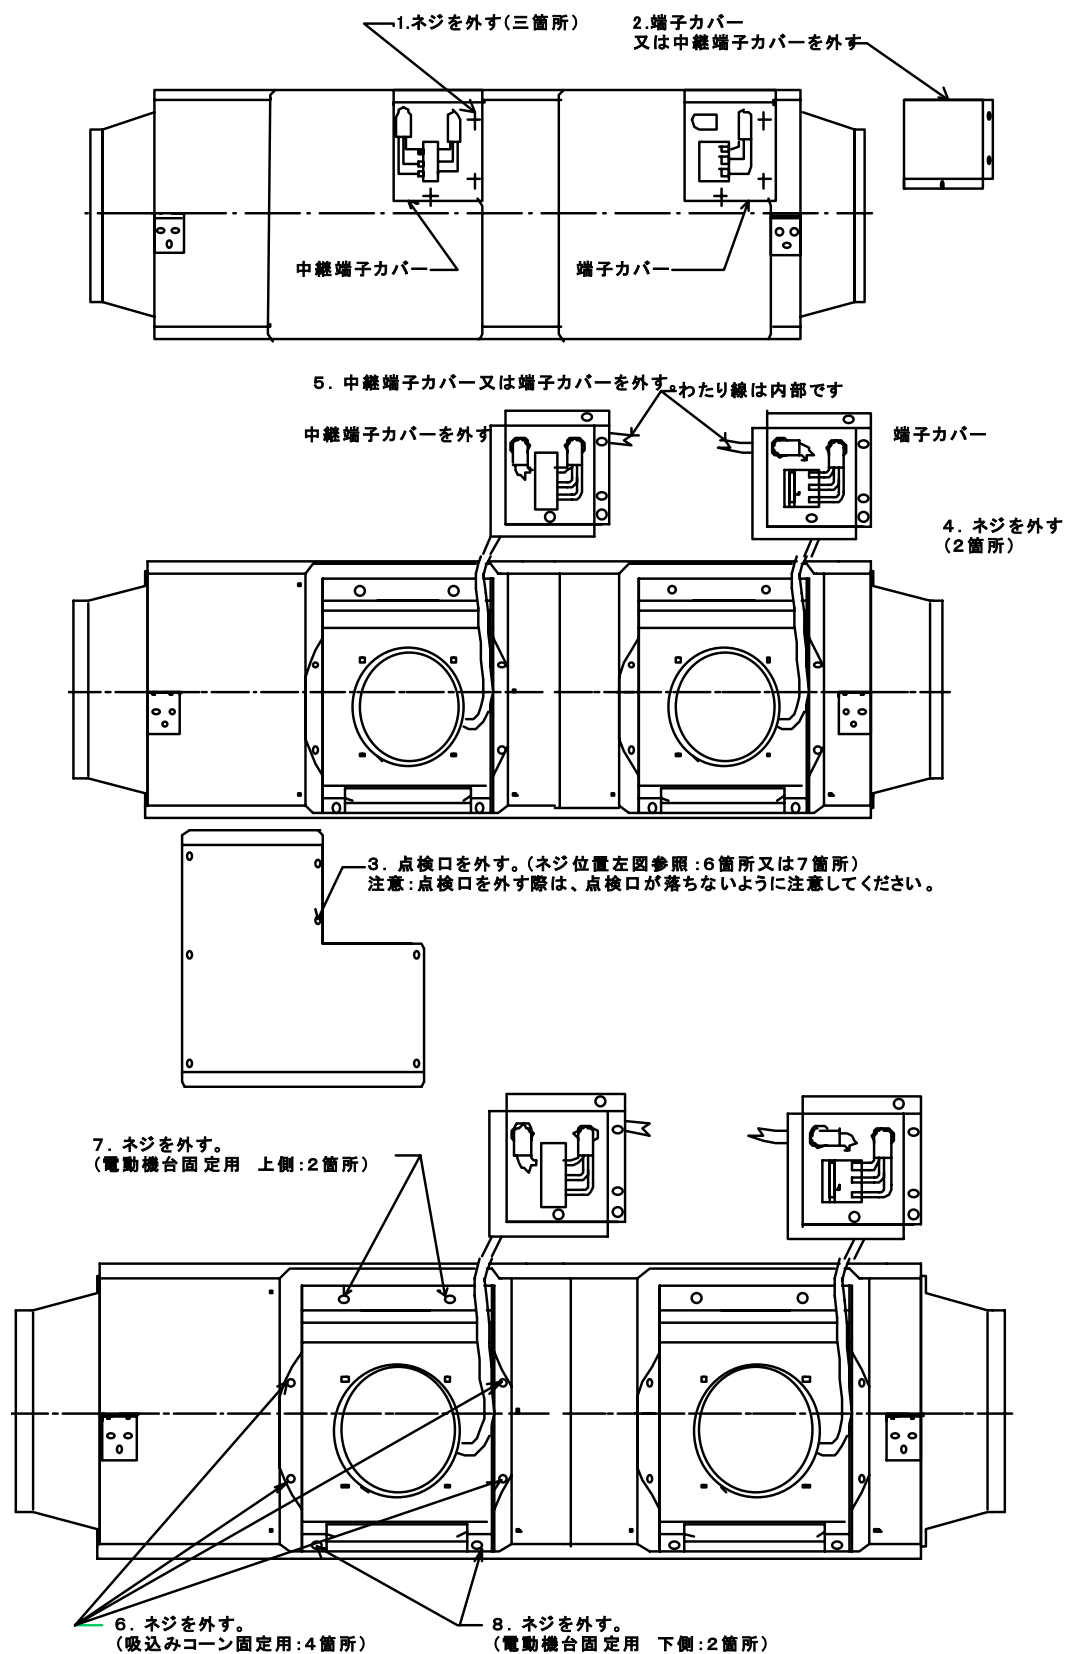

図8 ファン点検口開放方法 及び 内部ファン点検方法
下記に分解の手順を示します。本ファンは標準仕様ですが、特殊仕様のももありますので注意して読んでください。また、図8、9を参考にしながら、作業を行ってください。
- (2) 端子箱カバーを外し、速結端子台の電源側からの線を外してください。この時、確実に電源が切れていることを確認してから作業をしてください。…図8参照
- (3) 点検口蓋と端子箱台を外してください。…図8参照（速結端子台は、外さないでください。）
- (4) 電動機台固定用ねじ、吸込みコーン固定用ねじを外してください。このねじを全て外しますと内蔵ファンが取り外すことができますが、最後のねじを外す際は、内蔵ファンが急に動きますので注意してください。
…図8参照
(分解の要因に応じて、図8の手順1.～8.に従って分解してください。)